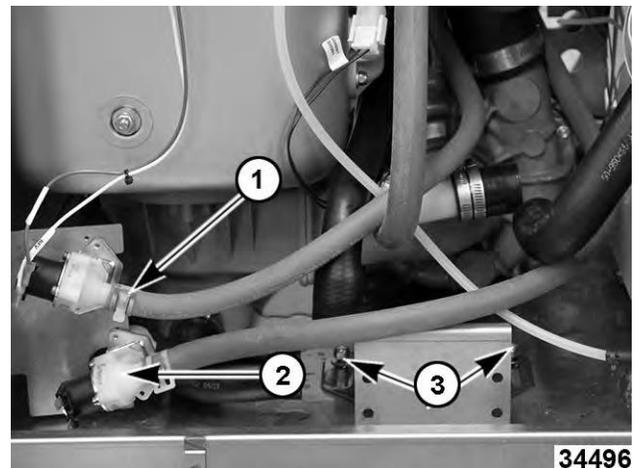

Fig. 96
15. Desconecte la válvula de llenado del sobrecalentador (1, Fig. 96) y retire la manguera.
16. Retire la manguera de la válvula de enjuague (2, Fig. 96) del soporte.
18. Retire las tuercas del soporte de la bomba de lavado (3, Fig. 96).